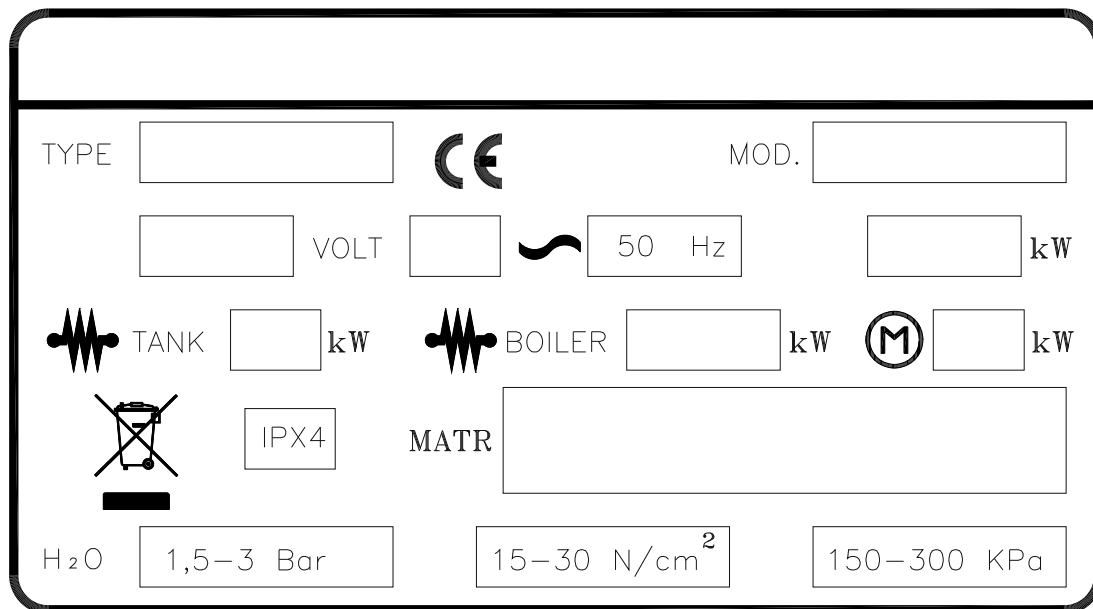

Fig. 1-1
- La targhetta caratteristiche (Fig. 1-1) si trova sul fianco dx della macchina. Essa contiene tutti i dati necessari per l'installazione.
- The specifications tag (Fig. 1-1) is placed on the right-hand panel of the machine. It contains all the necessary data to install the appliance.
- Das Maschinenschild (Fig. 1-1) befindet sich an der rechten seite des Gerätes. Es enthält alle für die Aufstellung notwendigen Daten.
- La plaquette (Fig. 1-1) comportant les caractéristiques de l'appareil est placée sur le côté droit. Elle indique toutes les données nécessaires à la mise en place de la machine.
- La placa de características (Fig. 1-1) está ubicada en el flanco derecho de la máquina. Contiene todos los datos necesarios para la instalación.